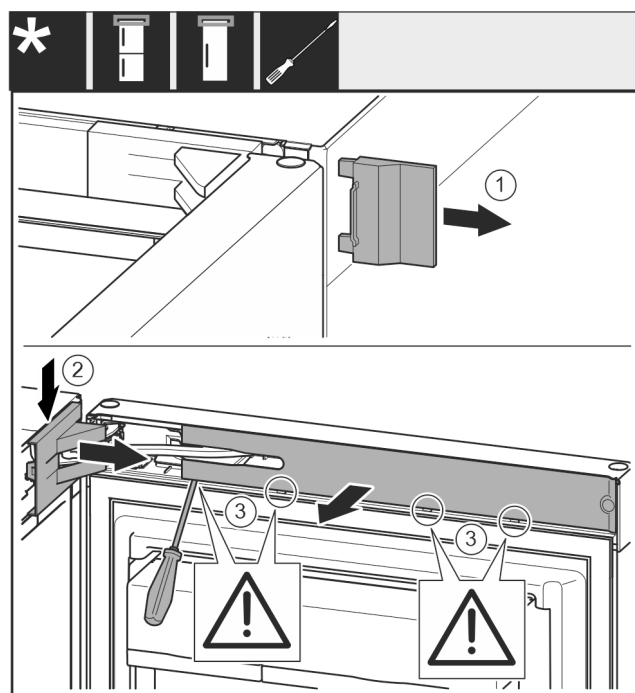

Fig. 5
- ▶ Sejměte vnější kryt. Fig. 5 (1)
- ▶ Odjistěte a uvolněte kryt stojanu ložiska. Sejměte kryt stojanu ložiska. Fig. 5 (2)
- ▶ Plochým šroubovákem vyjměte záslepku a otočte ji ke straně. Fig. 5 (3)